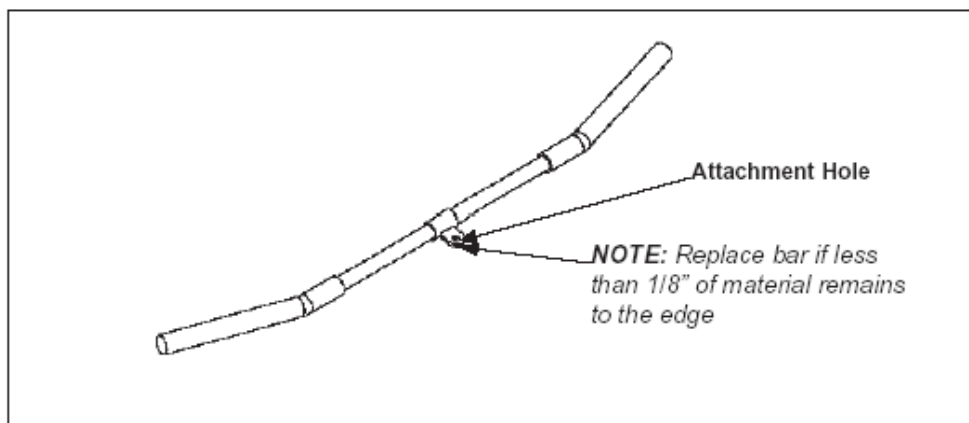

Figura 5
***!CUIDADO: Substitua todos os agarradores gastos imediatamente. Não os use se o material remanescente à borda for inferior à 1/8". Veja Figura 5.***